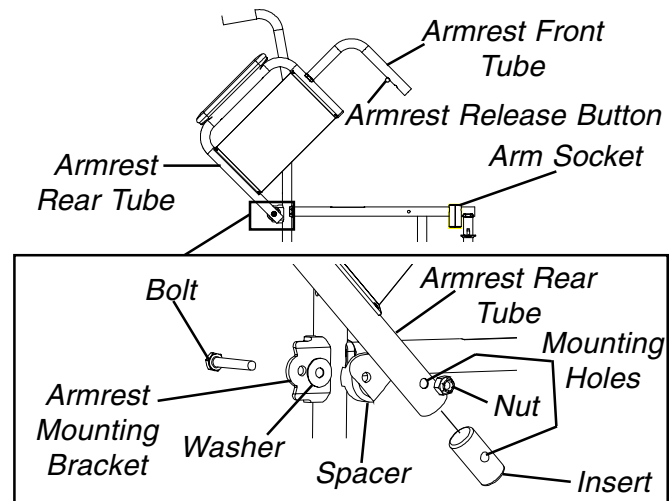

**FIGURE 2 - ADJUSTING ARMREST HEIGHT - ADJUSTABLE HEIGHT ARMS ONLY**
**ADJUSTING ARMREST HEIGHT - ADJUSTABLE HEIGHT ARMS ONLY (FIGURE 2)**